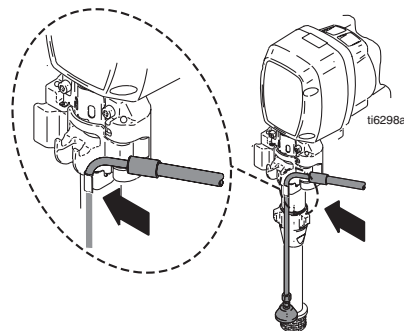

FIG. 28
7. FIG. 28. Slut aftapningsslangen til sprøjten.